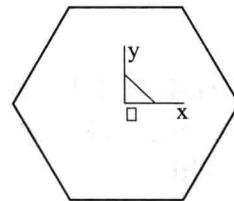

图 2-1-2 绘制六边形
(1)选择特征树中“零件特征”,单击“平面 XY”或按“F5”键作为绘制草图的基准平面,再单击“绘制草图”按钮 ,或按“F2”键,在特征树中出现“草图 0”,如图 2-1-2 左图所示。
- (3) 拾取坐标原点作为六边形中心,或按回车键输入中心坐标(0,0),再按回车键。
(4) 输入六边形一边中点坐标(0,9),按回车键,即生成六边形,如图 2-1-2 右图所示。